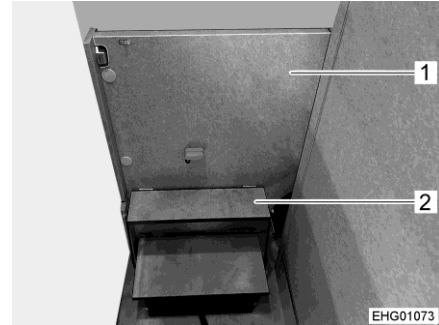

Bild 60 Klättringshjälp, utfälld
- Dra ut skiljeväggen (Bild 60,1) med klättringshjälpen (Bild 60,2) från förvaringsfacket.
- Skjut in skiljeväggen (Bild 60,1) med klättringshjälpen (Bild 60,2) i förvaringsfacket.